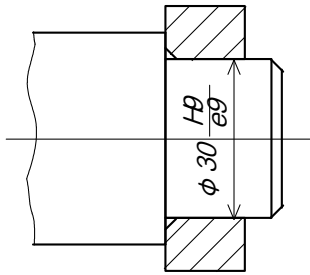

図3
3. 直径30mmの穴と軸がある。図3のように穴の寸法公差がH9、軸の寸法公差がe9で与えられているときの各寸法を解答欄に記入しなさい。ただし、めあいの種類は3つのなかから選択し、○で囲み、最大すきままたはしめしろもいずれかを○で囲み、該当する寸法を記入すること。単位はmmとする。